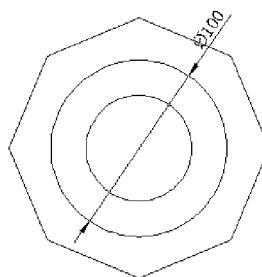

图 3.31 直径标注效果
⑥ 直径(D):在命令提示区中输入“D”,以直径标注作为快速标注方式。直径标注效果如图 3.31 所示。